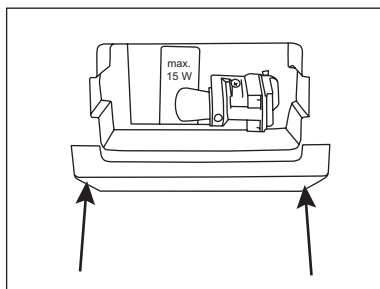

Рис. 9
2. Снимите плафон лампы, нажав на его верхний край для того, чтобы освободить из двух зажимов (рис. 9).